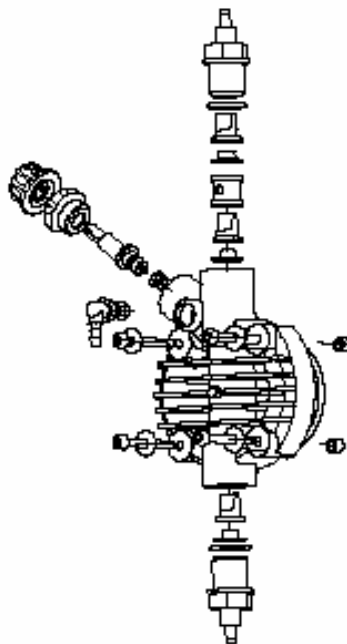

Рис. 10
- Концентрацию реагента в трубопроводе: снижение концентрации может быть вызвано износом клапанов, в случае чего их необходимо заменить (рис. 10) или засором фильтра, который необходимо промыть, как описано ниже в п. 3